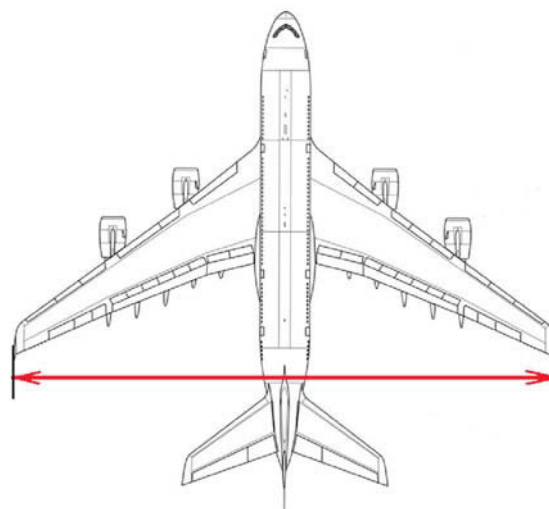

Рис. 8
2. Размах крыла — расстояние между плоскостями, параллельными плоскости симметрии крыла, и касающимися его крайних точек (рис. 8).